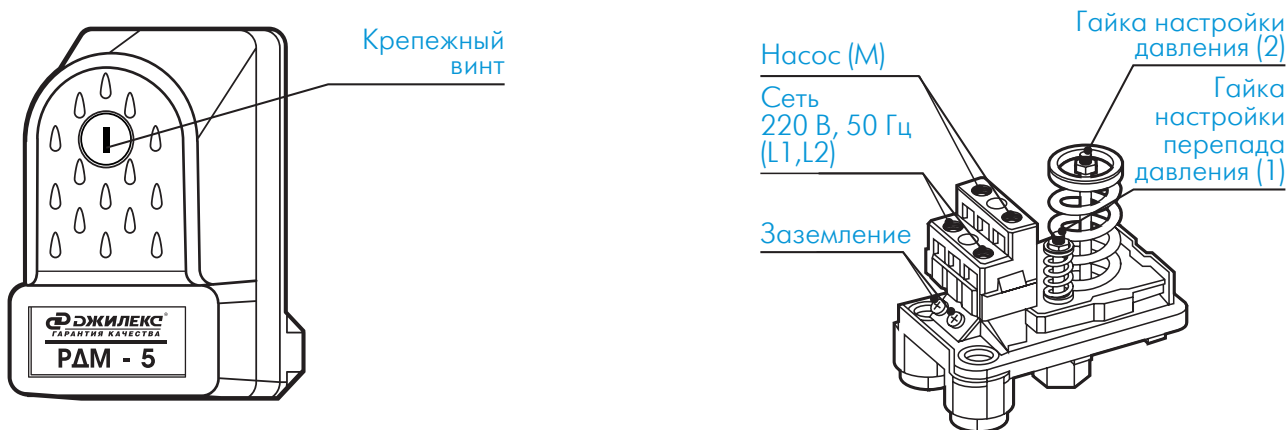

Рисунок 3
После монтажа и сборки всех элементов проверьте герметичность всех соединений. Течь не допускается. КРОТ готов к работе (рисунок 3).
- отвинтив крепежный пластмассовый винт (см. рисунок 3), снять крышку реле.